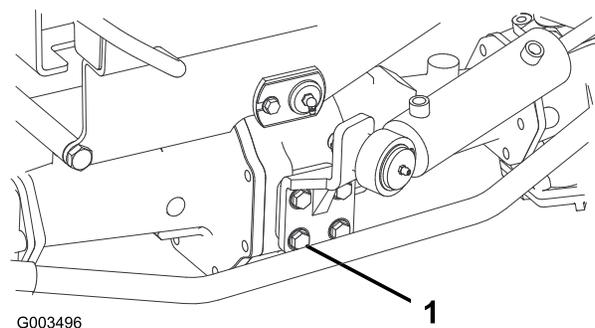

Рисунок 66
2. Затяните 4 болта крепления цилиндра рулевого управления (Рисунок 66) с моментом от 65 до 81 Н·м.